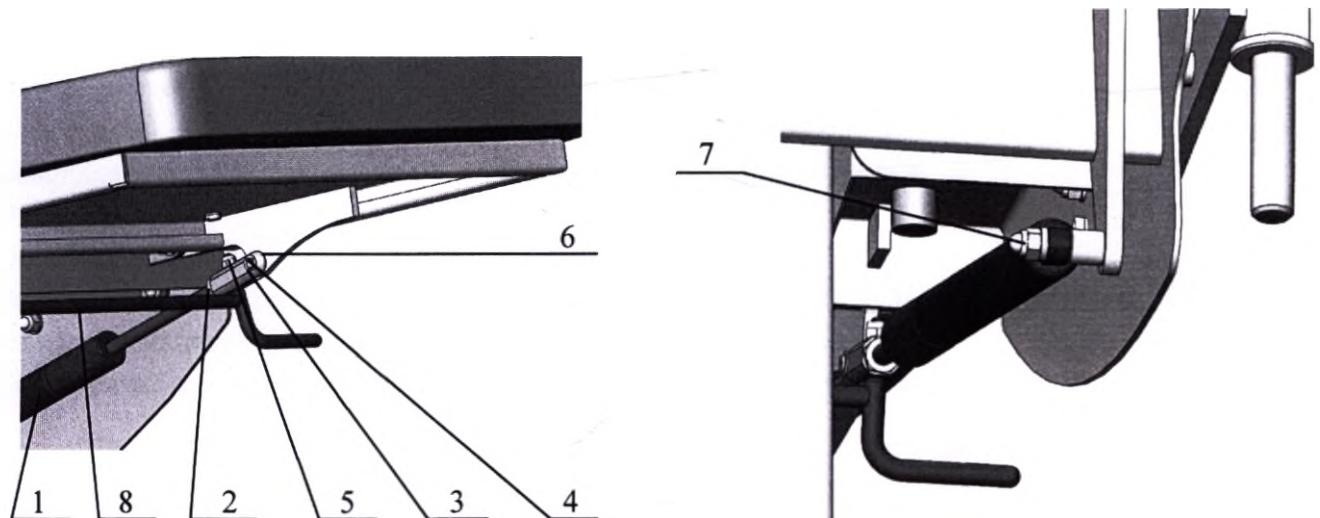

Рисунок 15. Замена газовых пружин поворота ножной секции.
12.3.1. Отверните гайки 5 (Рисунок 15) – 2 шт.